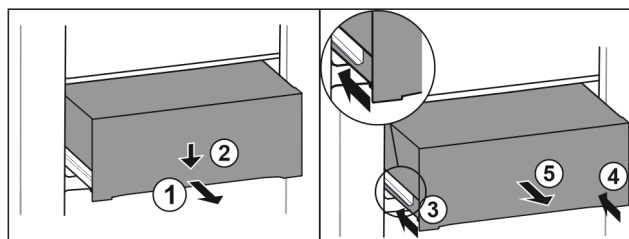

Fig. 113
- ▶ Húzza ki félig a fiókot. Fig. 113 (1)
- ▶ Nyomja le a fiók elülső oldalát. Fig. 113 (2)
- ▶ Tolja be a bal oldali sínt körülbelül 2 cm mértékben. Fig. 113 (3)
- ▶ Tolja be a jobb oldali sínt körülbelül 2 cm mértékben. Fig. 113 (4)
- ▶ Vegye ki a fiókot előre felé. Fig. 113 (5)